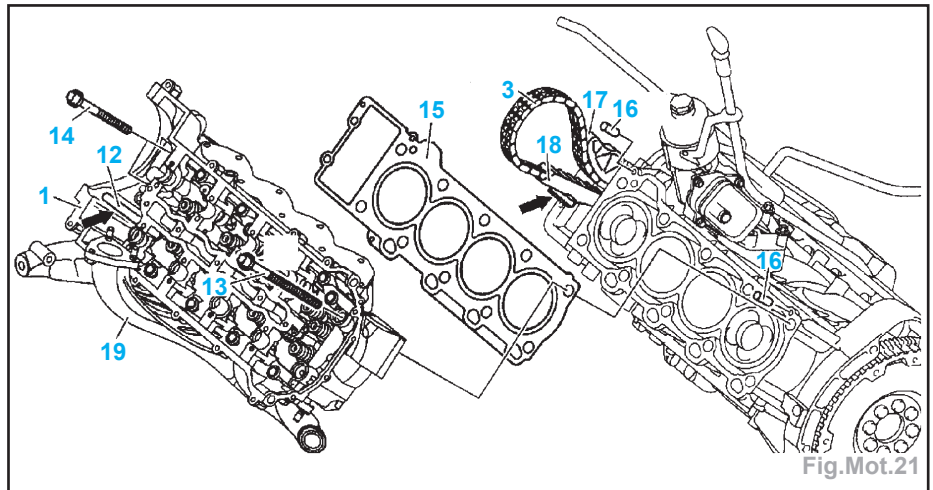

Fig.Mot.21
- les vis (14) du carter de chaîne (Fig.Mot.21).
- Desserrer progressivement les vis de culasse (13), les déposer et les contrôler.
- Remplacer le joint de culasse (15).
- Au cours de la mise en place de la culasse, introduire le goujon de glissière (12) à l'intérieur de la culasse dans la glissière (18) (flèches) (Fig.Mot.21).